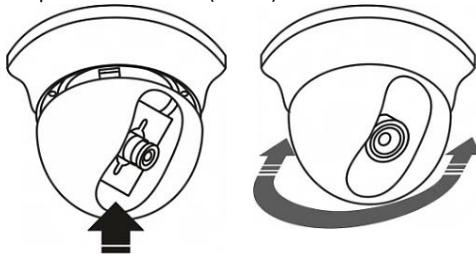

Рис. 3
- Вращением купола, совместите окно вставки-шторки с областью обзора видеокамеры, чтобы пластиковая шторка не закрывала объектив (Рис. 3).